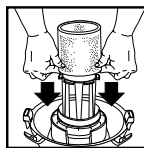

FIGURA 24
41. Con la tapa del depósito en posición invertida, deslice la manga de hule-espuma hacia abajo sobre el alojamiento de la tapa jalando hasta que la manga cubra completamente el alojamiento de la tapa. **FIGURA 24.**